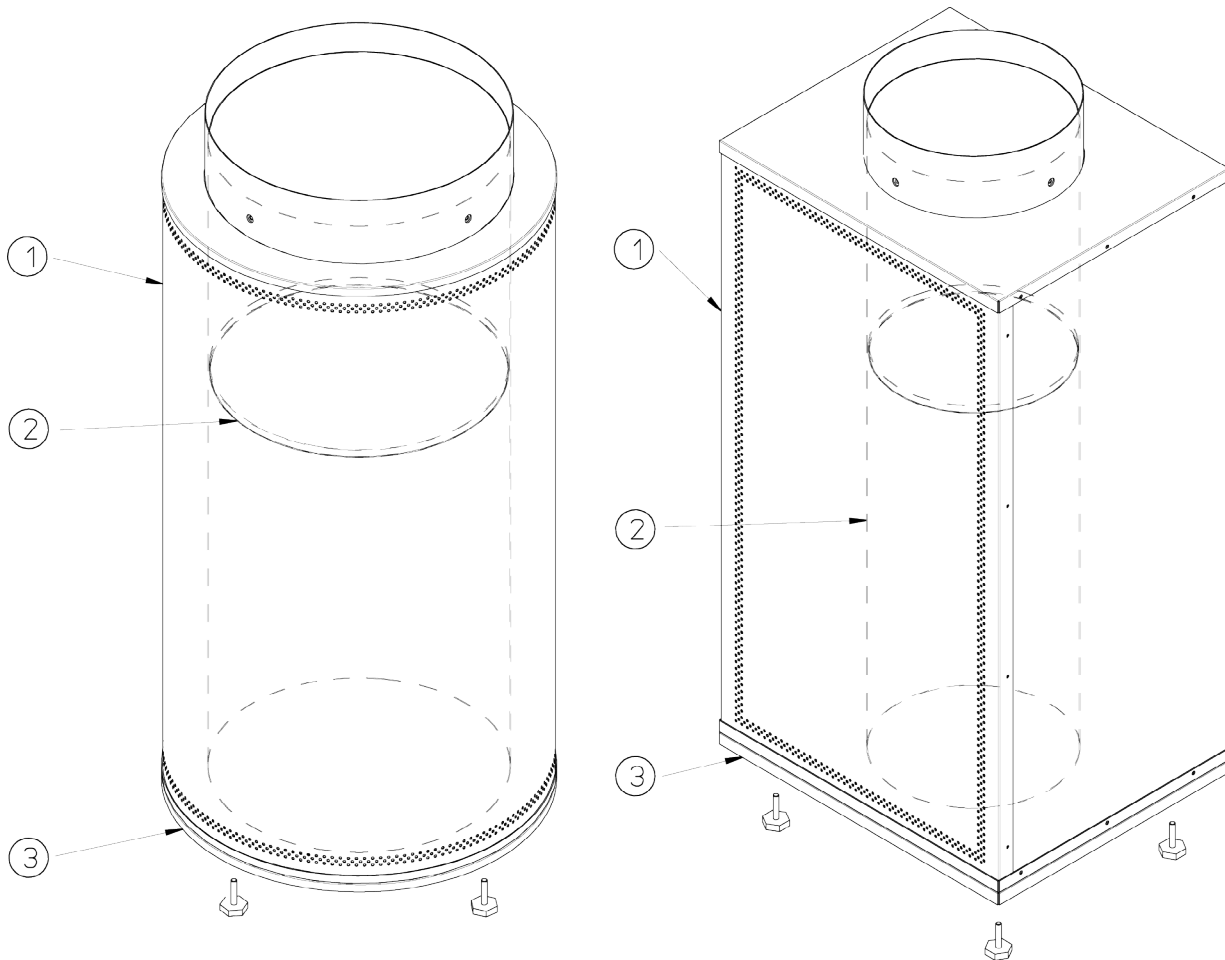

Abb. 12. Aufstellung Typen QAL-R und QAL-L
- 1. Quellluftdurchlass (Abb. 12/Pos. 1) an dem gewünschten Ort aufstellen.
- 3. Falls notwendig, die Ausrichtung mit Hilfe der unter der Bodenplatte angebrachten Justierschrauben korrigieren. (Abb. 12/Pos. 3)